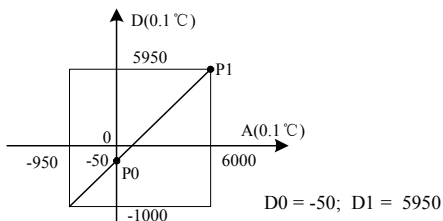
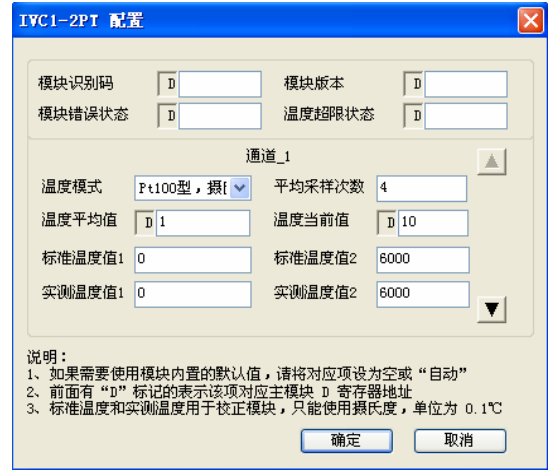
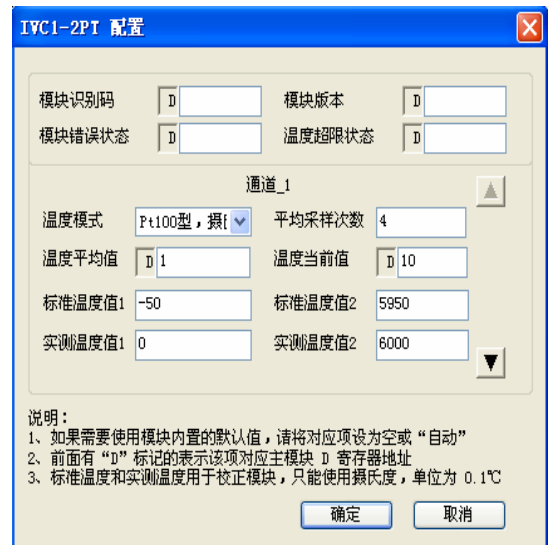
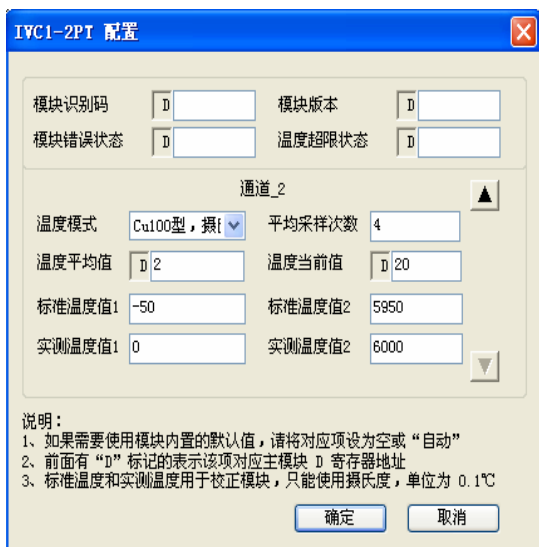

图 3-3 特性更改实例
图 4-1 基本应用通道 1 设置
图 4-3 通道 1 特性更改设置
图 4-4 通道 2 特性更改设置
IVC1-2PT 与主模块之间通过通讯缓冲区 (BFM) 交换信息。用户设置好后软件界面后, 主模块会自动将信息写入 IVC1-2PT 的 BFM, 由此对 IVC1-2PT 的状态进行设置。主模块会自动将 IVC1-2PT 上报的信息显示在后台软件界面上, 见图 4-1~图 4-4。
9. BFM#4094: 模块软件版本信息单元。自动显示在后台软件的 IVC1-2PT 配置界面上的**模块版本**栏, 见图 4-1。
若实际使用时IVC1-2PT测量值偏高5℃（41°F）时，通过设定特性调整的两点P0(0, -50), P1(6000, 5950)可消除误差，参见图3-3实例。
如下例所示，IVC1-2PT连接在扩展模块的0号位置，使用第1通道接入Pt100型热电阻输出摄氏度温度，第2通道接入Cu100型热电阻输出摄氏度温度，平均值点数设为4，并且用数据寄存器D1、D2接收平均值转换结果。设置的方法如图4-1至图4-3所示。进一步详细说明参见《IVC系列小型可编程控制器编程参考手册》。
IVC1-2PT 连接在扩展模块的 0 号位置，使用其第 1 通道接入 Pt100 型热电阻输出摄氏度温度，第 2 通道接入 Cu100 型热电阻输出华氏度温度。均实现图 3-3 中的特性（若实际使用时 IVC1-2PT 测量值偏高 5°C/41°F）。此时第 1 通道在实际测量温度为 600°C 时，输出为 6000；第 2 通道在实际测量温度为 248°F 时，输出温度为 2480。用数据寄存器 D1、D2 接收平均值转换结果。更改的方法如图 4-3 所示。需要注意的是特性更改都是以摄氏度为单位。且设置更改值的范围在 ±1000（±100°C）以内。